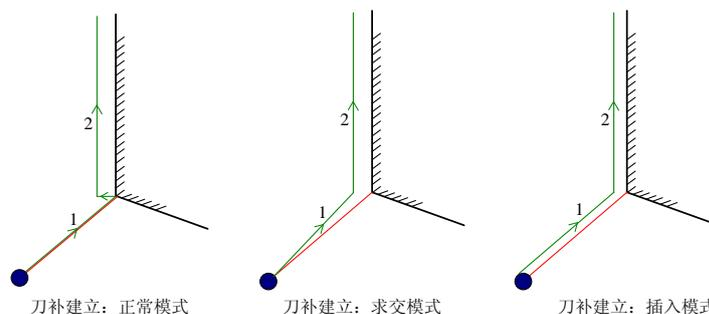

图 6-17 刀补建立模式
- 求交类型：**先求出刀补建立段（红线）平移后与第一个加工段平移后的交点，然后生成刀补路径，如图 6-17，交点为绿色线段 1 和 2 的交点。